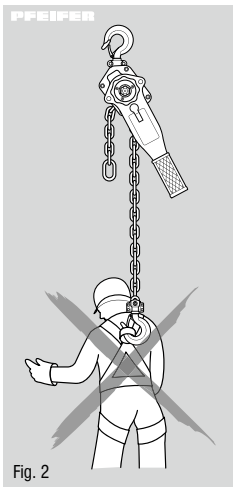

Fig. 2
- Il est interdit d'utiliser l'engin de levage pour transporter des personnes (Fig. 2).